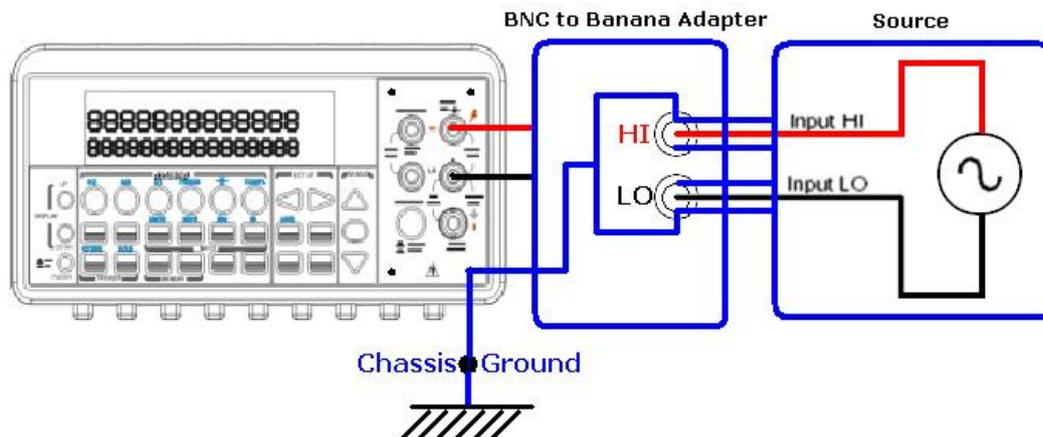

図 2-27
7. ケース接地端子: 四隅にあるケース接地端子は、非常に小さい信号を測定する際に環境ノイズの低減等に役立ちます。図 2-27 を参考にして下さい。